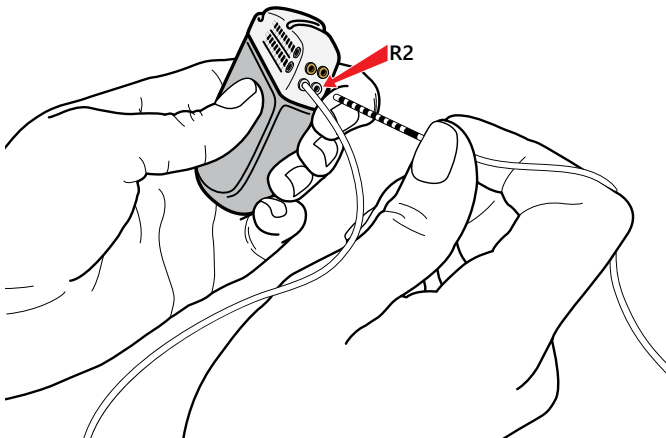

Figure 50. Connexion au port R2 du GII
2. Connecter la sonde-extension de l'hémisphère droit au port R2 (Figure 50).